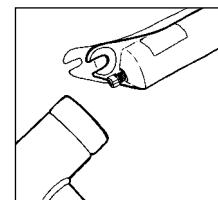

Fig. 8
4. Desserrez partiellement l'écrou pneumatique à l'aide d'une douille de tapoté fermement avec un maillet en caoutchouc pour libérer les arbres des tubes inférieurs (fig. 8), puis enlevez complètement les boulons. Enlevez l'écrou de 8 mm qui retient la cartouche du côté de l'amortissement, et desserrez l'arbre de la cartouche du tube inférieur en posant l'écrou sur l'arbre d'amortissement. Placez une douille de 8 mm sur l'écrou et tapez fermement sur la douille.